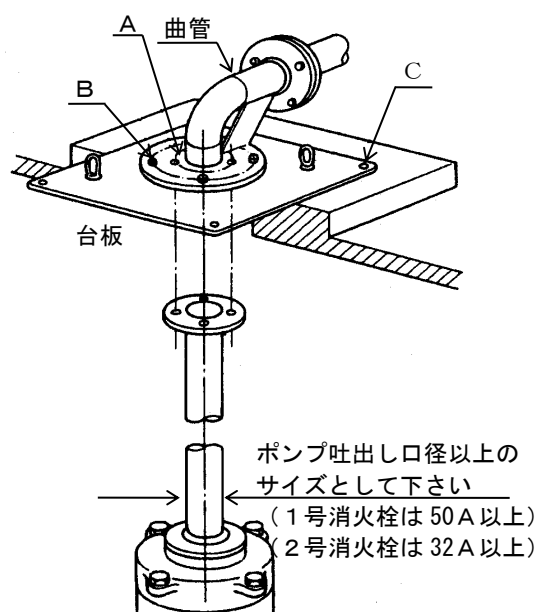

図 14
- (5) 吐出し配管の内、立ち上がり配管は、ポンプ吐出し配管と同一口径以上の配管を使用してください。ただし、1号消防栓用は 50mm 以上、2号消防栓用は 32mm 以上の配管を使用することができます。(図 14 参照)。
- (6) 吐出し配管に使用する逆止め弁は、流れ方向を表示したものをご使用ください。エバラ標準型逆止め弁は流れ方向表示付です。
- (7) 水撃(ウォーターハンマ)がおこる危険性のある場合は、急閉逆止め弁を設けるなどの対策を施してください。(エバラハンマーソフトチェック弁を用意しています。)
- (8) 吐出し配管に使用する仕切弁は、開閉位置及び開閉方向表示が付いたものを使用してください。エバラ標準仕切弁は、開閉位置及び開閉方向表示付きです。または、外ねじ式仕切弁をご使用ください。(外ねじ式仕切弁も用意しています。)
- (1) 図 14 のように、ポンプから立ちあがっている揚水管のフランジを、台板の下からねじ穴 A を用いて、ボルトで固定してください。
- (2) ボルト B は曲管を台板に固定しているもので、ゆるみがないか確認してください。
- (3) 台板の四隅の穴 C に、基礎ボルトを通して、ナットで固定してください。
- (4) 台板用基礎床面は、やや周囲より盛り上げ、ここから汚水や塵埃が水槽内に入らないようにします。